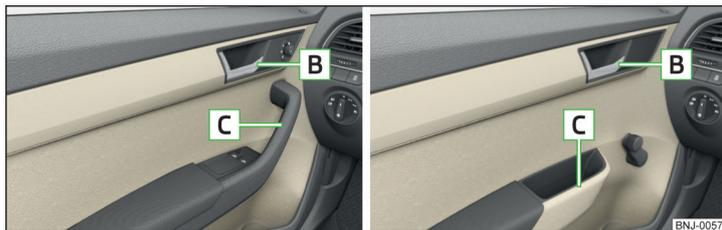

Fig. 34 Manípulo de abertura - Variante 1 / Variante 2
- Para **abrir do lado de dentro**, puxar o manípulo da porta **B** » Fig. 34 e empurrar a porta para longe de você.